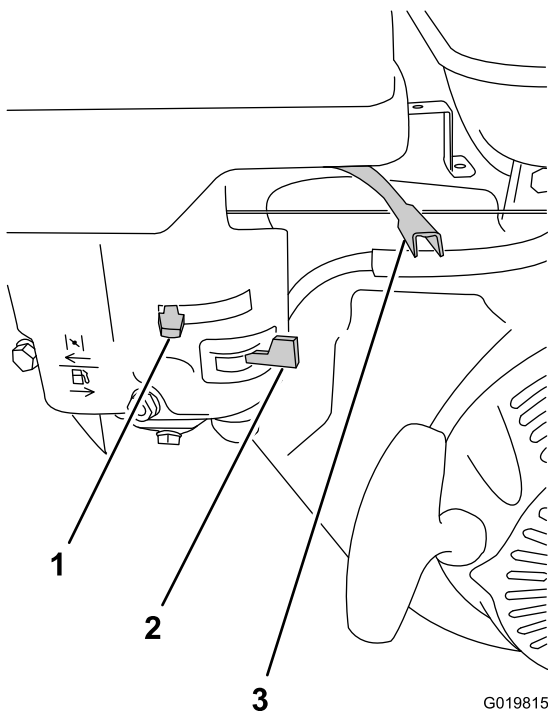
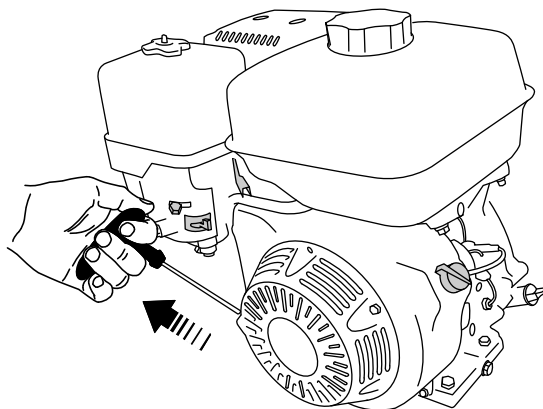

Figure 25
Figure 26
2. Sur le moteur, éloignez la commande d'accélérateur de la position MIN et déplacez-la du tiers de sa course vers la position MAX (Figure 25).
3. Déplacez le robinet d'arrivée de carburant complètement à droite en position OUVÉRTE (Figure 25).
- Pour démarrer le moteur à froid, déplacez la commande de starter complètement vers la gauche, en position FERMÉE (Figure 25).
5. Tournez la commande marche/arrêt du moteur en position MARCHÉ (ON).
6. Tirez légèrement sur la poignée du lanceur jusqu'à ce que vous sentiez une résistance, puis tirez vigoureusement. Relâchez lentement la poignée du lanceur (Figure 26).
1. Réglez la commande d'accélérateur en position BAS RÉGIME (tortue) (Figure 25).
3. Amenez le levier du robinet d'arrivée de carburant en position FERMÉE (Figure 25) et tournez la commande du moteur en position ARRÊT.